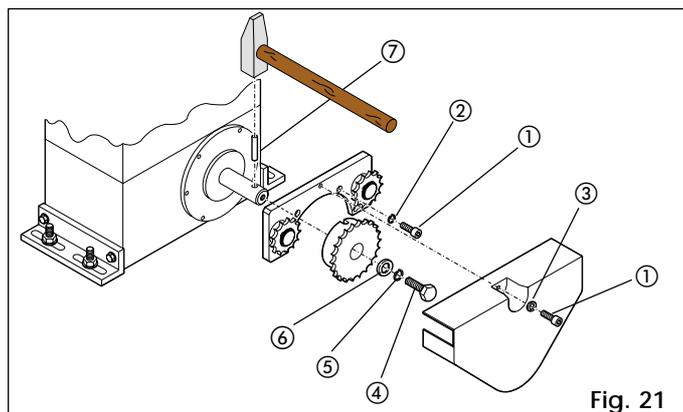
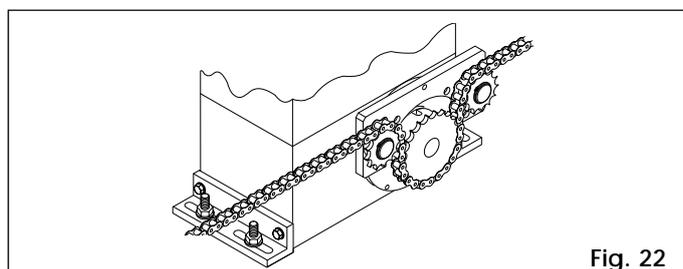

Fig. 21
Fig. 22
- Inserire la spina elastica ⑦ nell'albero utilizzando un martello.
- Applicare il pignone a catena sull'albero facendo coincidere le sedi del pignone sulla spina elastica e serrare la vite ④ e le apposite rondelle ⑤ e ⑥.
- Applicare sulla flangia del motoriduttore la staffa dei rinvi folli, togliendo le quattro viti superiori e sostituendole con le viti ① (TCE 5 x 12) e le rondelle ② del kit come indicato in Fig.21.
- Passare la catena come indicato in Fig.22 e montare il carter di copertura con le viti ① e le rondelle ③ di Fig.21.